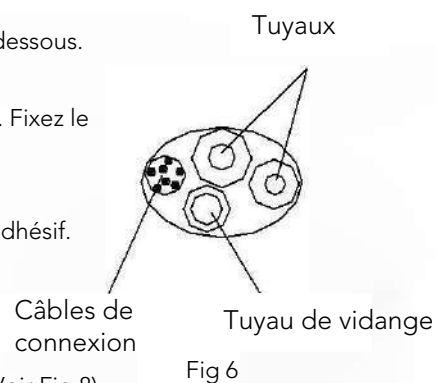

Fig 6
1. Connexion du tube arrière droit (similaire au tube inférieur droit) (en option, voir Fig. 6)